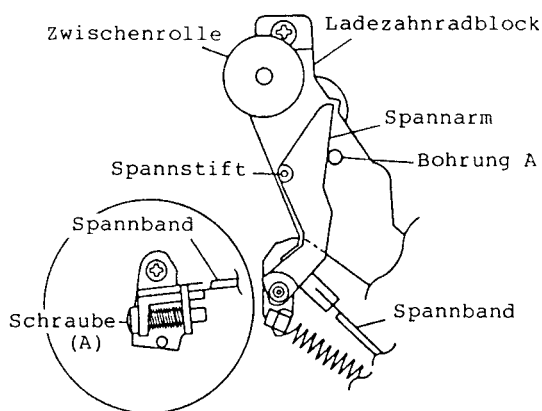

Abb. 3-8
5-1 Positions/Spannungseinstellung des Spannstiftes (Abb. 3-8)
- 2) Die Schraube (A) so einstellen, daß der innere Flansch des Spannarmes mit der linken Kante der Bohrung A in dem Ladezahnradblock am Beginn des Bandes ausgerichtet ist, wie es in Abb. 3-8 dargestellt ist.